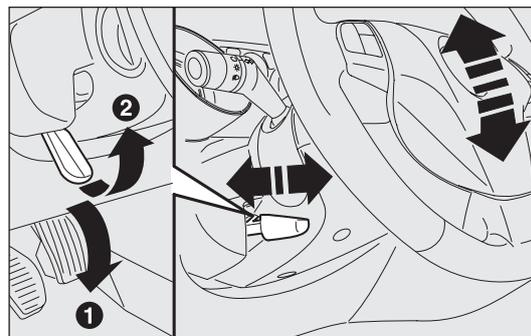

fig. 28
- débloquer le levier A-fig. 28 en le poussant vers l'avant (position 1) ;